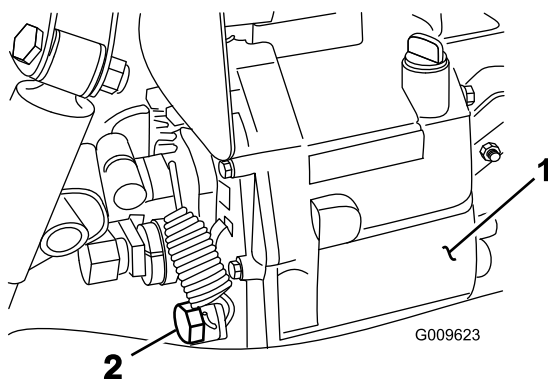

Figura 67
4. Togliete la valvola di spurgo situata sul fianco del serbatoio e lasciate defluire il fluido idraulico in una bacinella (Figura 67).